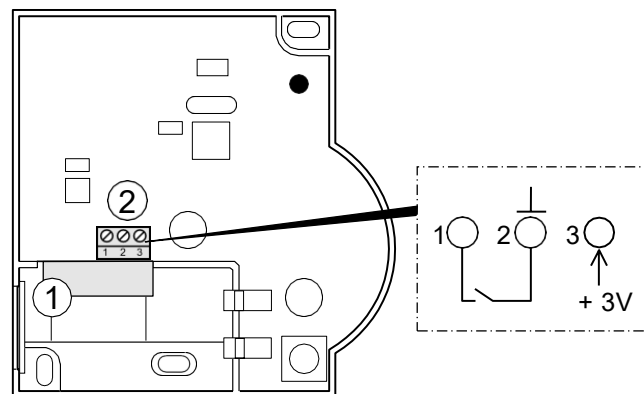

Figura 7: Conexión de la fuente de energía externa (sólo HCW 82)
- Introduzca el cable del equipo de alimentación de red hacia el interior, a través del agujero de la caja (1) (véase Figura 7).
- Conecte el cable de salida al borne (2) (véase Figura 7).
- Conecte un sensor con contacto libre de potencial al HCW 82 (instalación en la conexión 1 y conexión 2, véase Figura 7 (2), página 21).